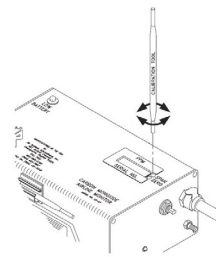

Figura 15
5. Con la herramienta de ajuste que se encuentra en uno de los lados del monitor de CO, regule el tornillo de ajuste del potenciómetro marcado con “span” (hacia la derecha para aumentar y hacia la izquierda para disminuir) hasta que la lectura digital sea la misma que la concentración (en ppm) impresa en el cilindro del gas de calibración (figura 15).